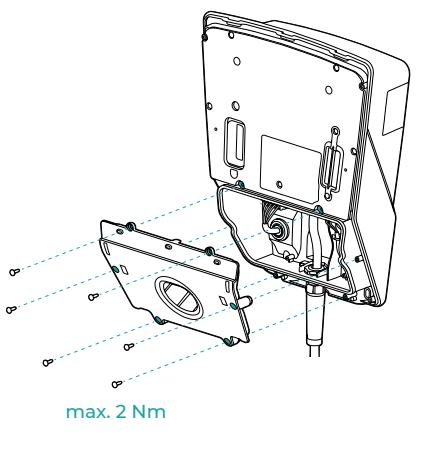

Afb. 6
- Bereid de netaansluitleiding overeenkomstig voor ($\varnothing 10 - 20 \text{ mm} // \text{max. } 5*6 \text{ mm}^2$) en verbind deze, zoals weergegeven op **afb. 6 - nr. 1**. In de weergave wordt de netaansluiting via drie fases weergegeven. Om het laadsysteem via een fase op het net aan te sluiten, gebruikt u N, L1 en PE.
- Configureer de maximale laadstroom van 6 A tot 16 A met behulp van de draaischakelaar S3, zoals weergegeven op **afb. 6 - nr. 4**.
- Optioneel: Bereid de gegevensleidingen (Digital-In (EN) / Out (SW) en LAN) voor en verbind deze, zoals weergegeven op **afb. 6 - nr. 2 & 3**. Voor het verbinden van een externe blokkeerinrichting via Digital-IN verwijdert u vooraf de kabelbrug.
Breng zoals weergegeven op **afb. 6 - nr. 5** de trekontlasting aan en fixeer de gegevensleidingen met kabelbinders. Monteer de onderste afdekking van het laadsysteem zoals weergegeven op **afb. 7**.